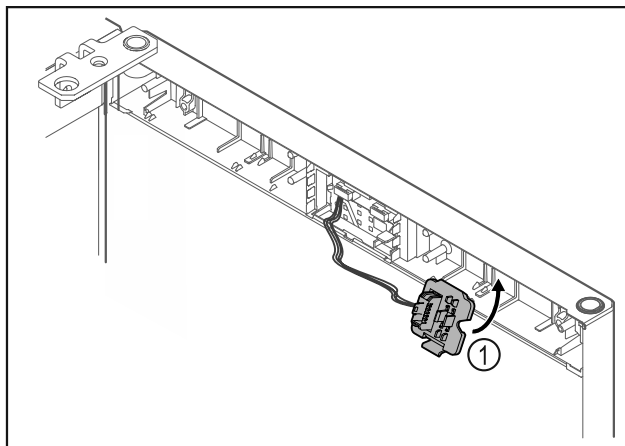

Fig. 22
- ▶ Pattintsa be a dugófoglalatot Fig. 22 (1) az ellenkező oldalon.